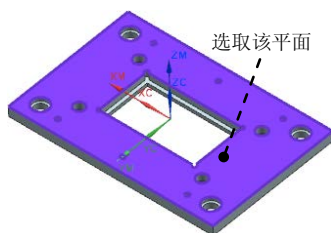

图 11.26 指定顶面
(1) 单击“钻”对话框中 **指定顶面** 右侧的  按钮, 系统弹出 “顶面” 对话框。
(2) 在“顶面”对话框中的 **顶面选项** 下拉列表中选择 **面** 选项，然后选取图 11.26 所示的面。
(3) 单击“顶面”对话框中的 **确定** 按钮，返回“钻”对话框。